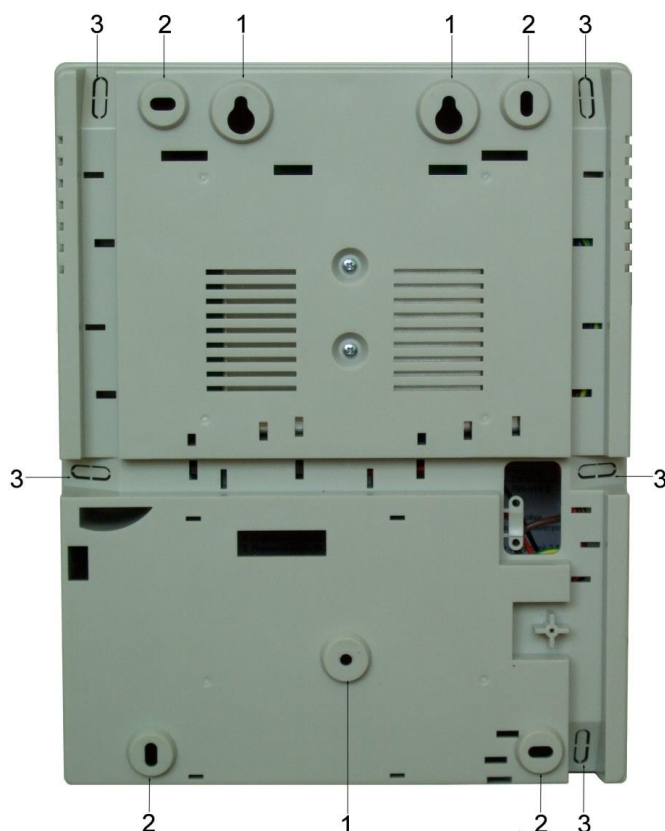

Рисунок 5. Монтажные отверстия
При этом используются отверстия (1) (рисунок 5). Корпус монтируется на саморезы и дюбели, установленные на одной горизонтали на расстоянии 80 мм. После этого корпус закрепляется через нижнее отверстие, которое находится за аккумулятором резервного питания.